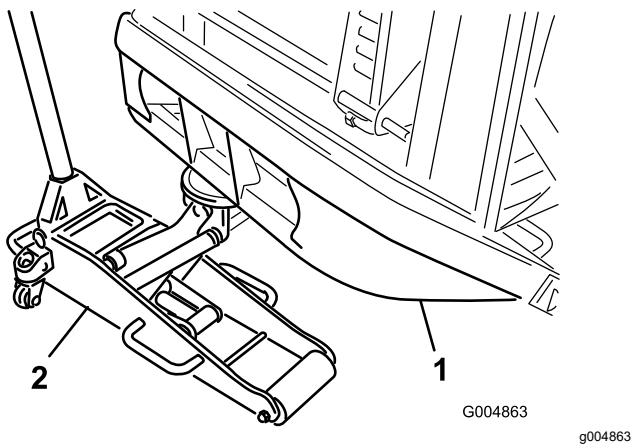

Bild 16
1. Stellen Sie einen geeigneten Wagenheber unter das Rohr der hinteren Stoßstange und heben Sie die Hinterreifen vom Boden ab (Bild 16).